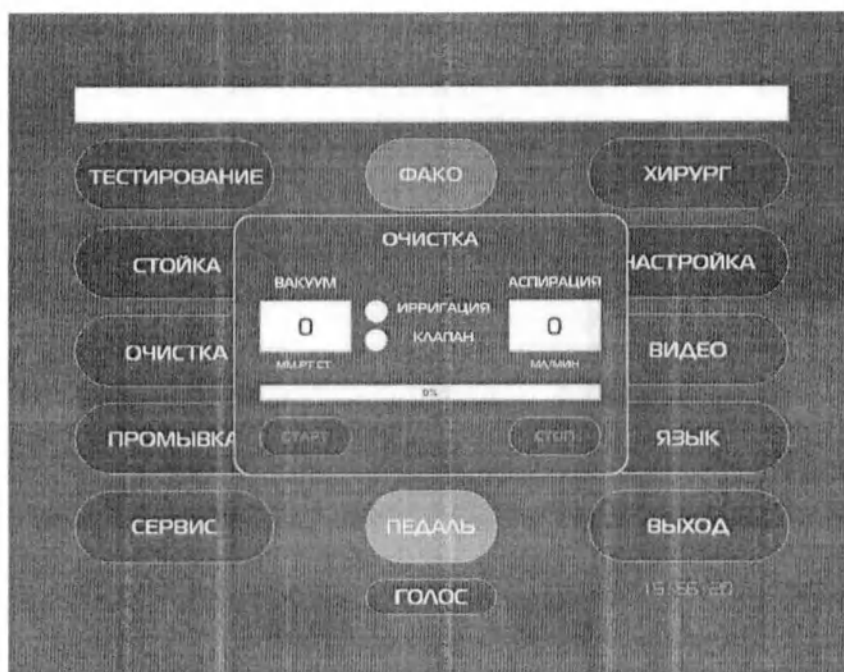

Рис.17.1 – Главное меню с окном «Очистка»
- 1) Соединить УЗ инструмент с аспирационно-ирригационными магистралями и разъемом на передней панели (Рис.17.1).
- в) в появляющемся окне «ОЧИСТКА» (Рис. 17.1) нажать клавишу «СТАРТ», включится режим «ОЧИСТКА». Время выполнения режима 15 секунд;